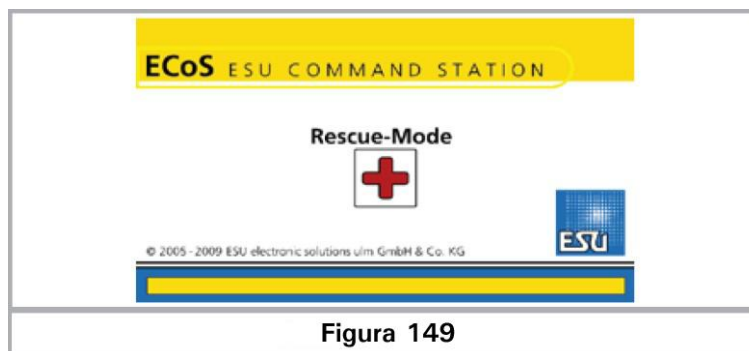

Figura 149
Cuando vea la pantalla que se muestra en la Figura 149, el sistema de emergencia está activo. Puede comenzar a reinstalar el sistema operativo a través de la interfaz web e influir en la configuración de IP.
- Mantenga presionadas las teclas hasta que la central se encienda, aparece la pantalla que se muestra en la Figura 149.